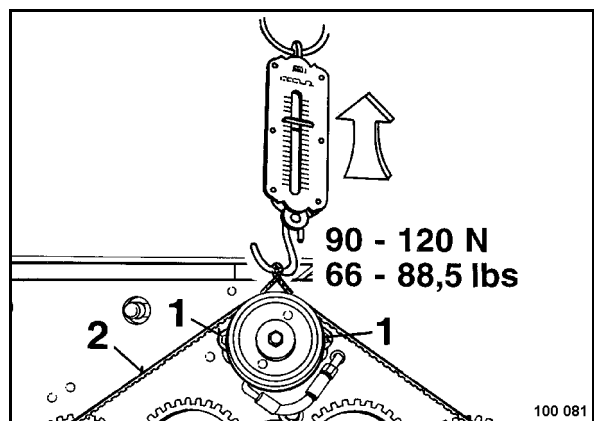

Рис. 74
- Ослабить два крепежных винта 1 (Рис. 74) к муфте.